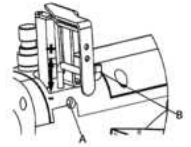

图11 (Fig. 11)
2. 针控线杆的调整(图11)针线控线杆(B)根据缝线的种类来选择使用状态, 放松螺钉(A)将(B)上下移动调整, 在使用伸展性较大的缝线时将(B)上移, 则针孔处的线环就会变大, 利于勾线。
- Turn thread knob clockwise for tighter tension and vice versa (Fig.11)